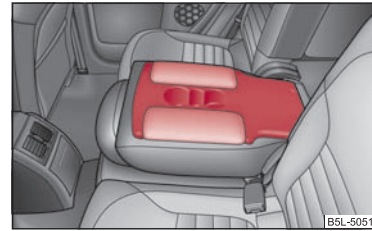

Fig. 66 Scaunele din spate: Cotiera
- Spătarul din centru poate fi rabatat în față ⇒ pagina 73, „Rabatarea în față a scaunelor din spate” și folosit drept cotieră sau masă cu suport pentru băuturi ⇒ fig. 66.